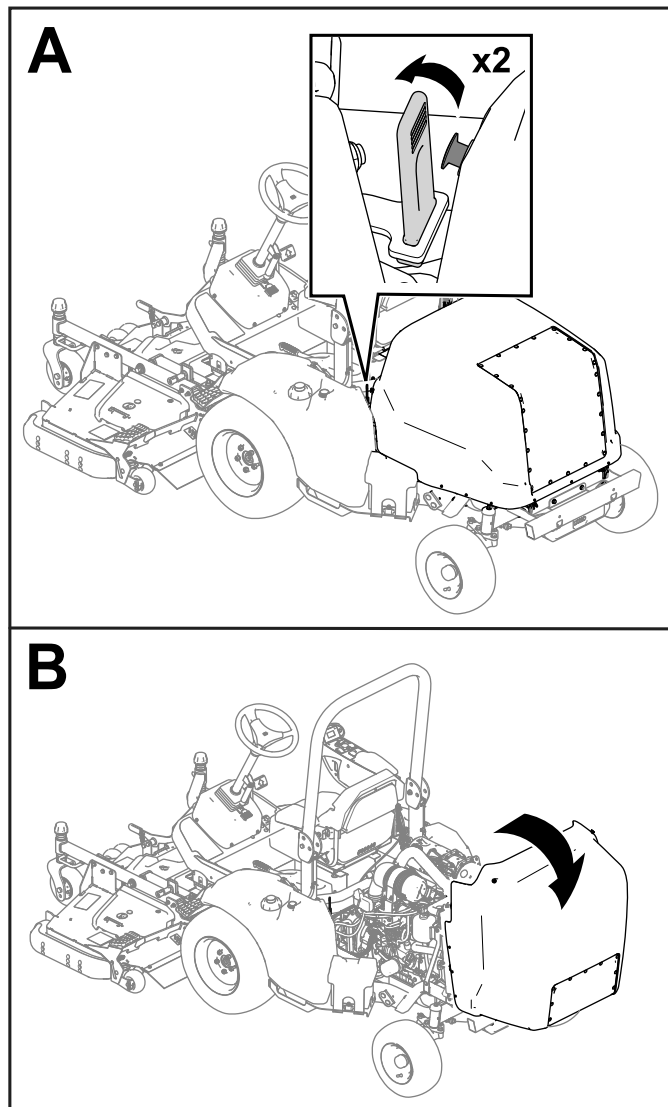

Bild 42
1. Lösen Sie die Gurte von beiden Seiten der Maschine (Bild 42).
2. Öffnen Sie die Motorhaube (Bild 42).